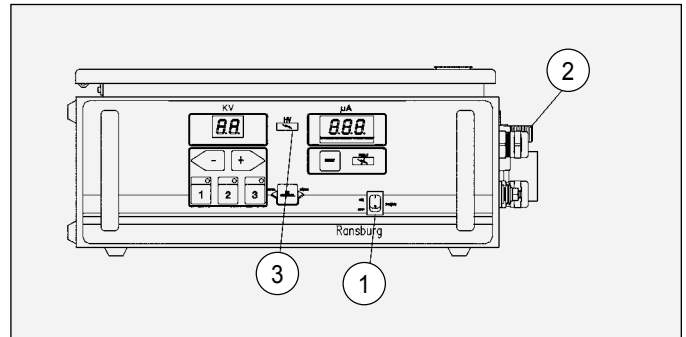

Abbildung 13: EIN-AUS-Schalter des 9060-Netzteils
4. Schalten Sie den Hauptschalter 9060 „ON-OFF“ auf der Vorderseite auf „ON“, siehe Abbildung 13. Die Einheit fährt hoch, die Hochspannung ist zu diesem Zeitpunkt jedoch noch nicht aktiviert, da die Spannung mit dem Luftstrom zum Luftmotor über den Luftströmungsschalter auf dem Netzteil funktionell verriegelt ist.
EIN-AUS-SCHALTER DES 9060-NETZTEILS (Abbildung 13)